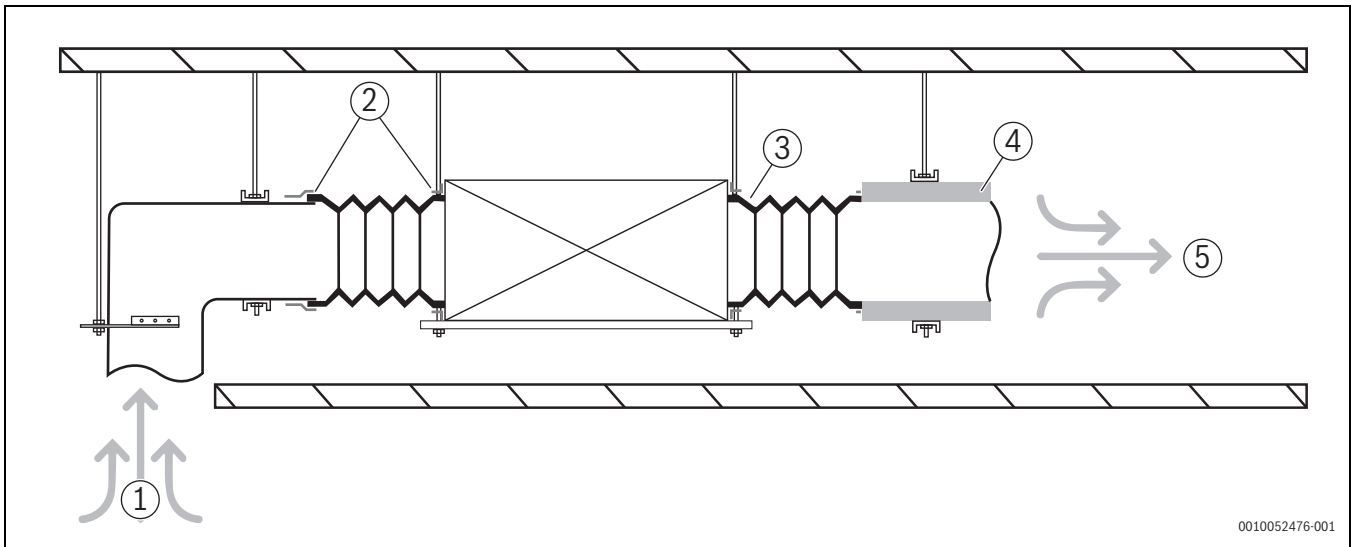

Fig. 28 Unidad de conducto con requisitos de presión estática
6. Conectar el conducto de aire tal como se visualiza en la fig. 28. Preparación in situ requerida para todos los componentes, exceptuando el equipo.
Leyenda de la fig. 28: